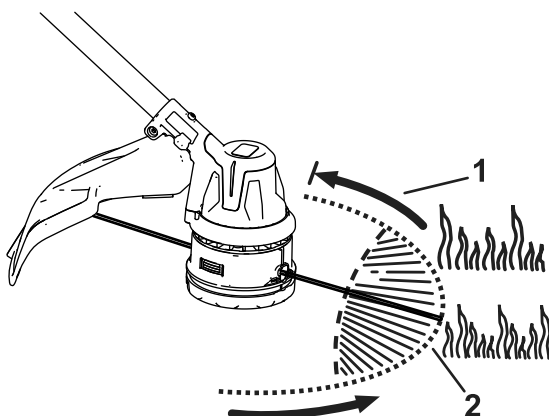

Rysunek 13
1. Nacisnąć boki klamry (A na Rysunek 13).
2. Rozłączyć klamrę (B na Rysunek 13).